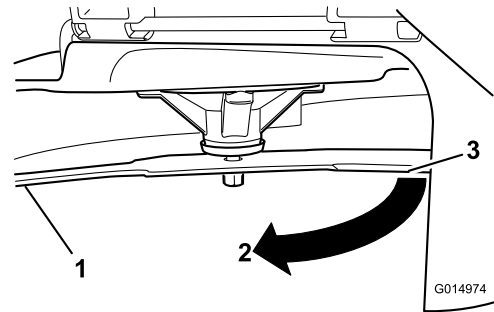

**Figura 53**
2. Llevando guantes fuertemente acolchados u otro tipo de protección apropiada para las manos, gire la cuchilla lentamente hasta una posición que permita medir la distancia entre el filo de corte y la superficie nivelada en la que descansa la máquina (Figura 53).